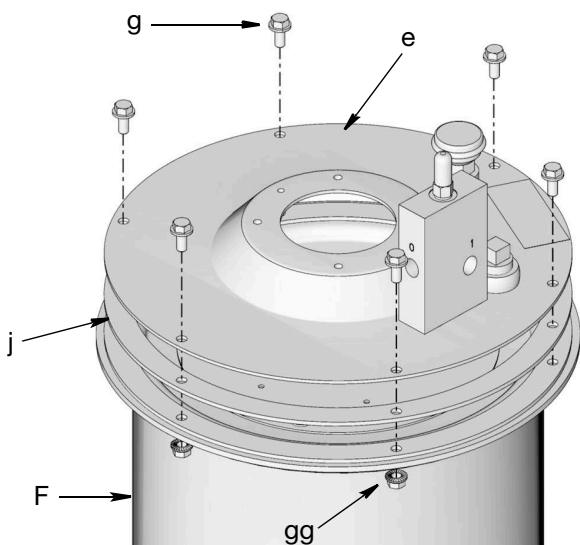

Рис. 9
6. Установите крышку (e) на прокладку (j) резервуара (F) (Рис. 9).